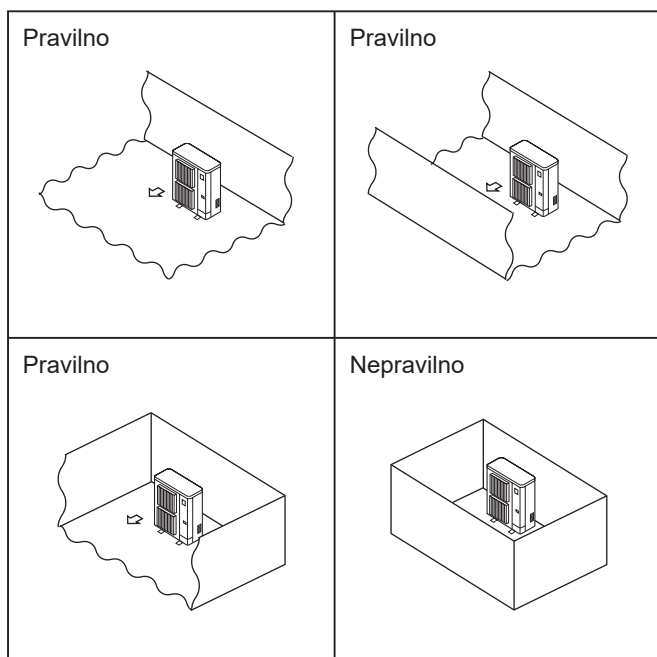

Fig. 2-1
- © Zunanje enote namestite v dovolj velikem prostoru brez vdrtin, kjer je vsaj ena od štirih strani odprta. (Fig. 2-1)